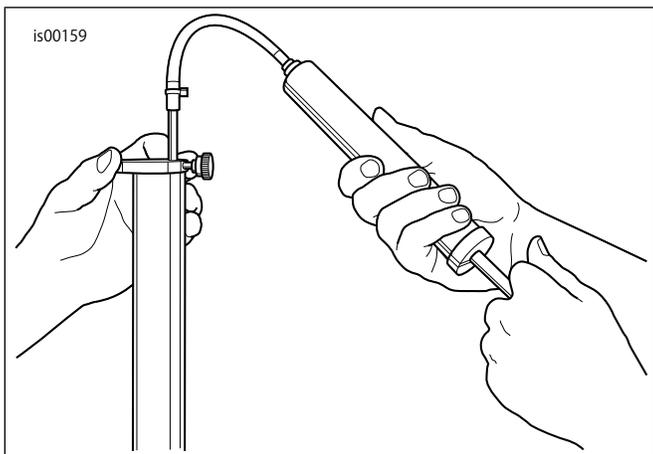

図5. 余分なフォークオイル(HD-59000B)の取り外し
- a. 「図5」を参照。Front Fork Oil Level Gauge (フロントフォークオイルレベルゲージ) (HD-59000B)を用意します。